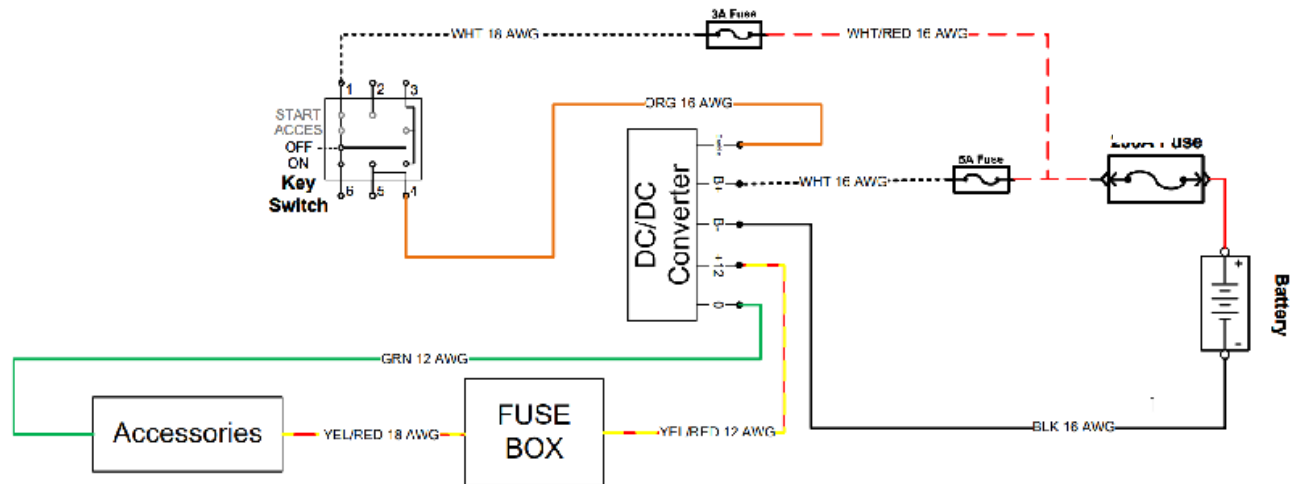

Figure 65. Inspection des bornes d'entrée et de sortie du convertisseur CC/CC.
- 2.1. Vérifier la présence d'une tension entre la borne positive (B+) (fil blanc) et la borne négative (B-) (fil noir) du convertisseur CC/CC (comme illustré à la figure 65).
- 2.2. Vérifier la présence d'une tension entre le fil orange et la borne négative (B-) (fil noir) du convertisseur CC/CC (comme illustré à la figure 65).
- 3.1. Vérifier la présence d'une tension entre le fil jaune/rouge et le fil vert du convertisseur CC/CC (comme indiqué dans la figure 65).